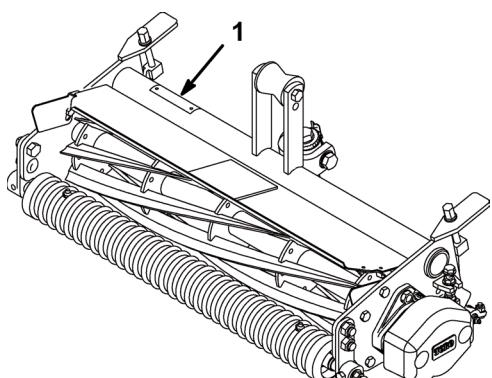

Figure 1
Lorsque vous contactez un concessionnaire agréé ou un réparateur Toro pour un entretien, pour vous procurer des pièces d'origine Toro ou pour obtenir des renseignements complémentaires, soyez prêt(e) à lui fournir les numéros de modèle et de série du produit. La Figure 1 indique l'emplacement des numéros de modèle et de série du produit.
2. Vérifier que le contact du cylindre est éliminé en desserrant le bouton de réglage de la contre-lame dans le sens inverse des aiguilles d'une montre (Fig. 1).
5. Tournez les écrous à bride (voir encadré à la Fig. 1) en haut et en bas de la patte du châssis, dans le sens horaire ou anti-horaire pour éléver ou abaisser l'extrémité de la contre-lame, selon le cas. Ne desserrez pas l'écrou à bride inférieur. Serrez les écrous à brides contre la patte du châssis après avoir obtenu le réglage voulu.